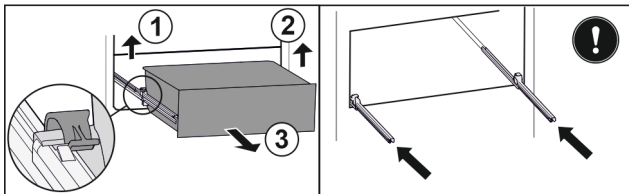

Fig. 219
- ▶ Emelje fel a bal oldali kapcsot, és ezzel egyszerre húzza előre a fiók bal oldalát. Fig. 219 (1)
- ▶ Emelje fel a jobb oldali kapcsot, és ezzel egyszerre húzza előre a fiók jobb oldalát. Fig. 219 (2)
- ▶ Vegye ki a fiókot előre felé. Fig. 219 (3)